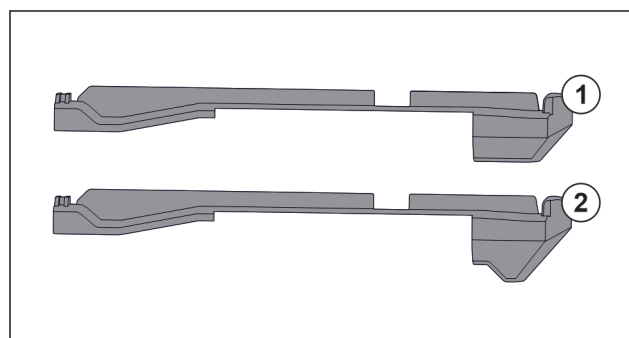

Fig. 126 A felhúzható elemek összehasonlítása
A készülékben két különböző felhúzható elem található. A legalsó fiók felett lévő felhúzható elemnek Fig. 126 (2) háromszögletű éle van. Minden más felhúzható elemnek Fig. 126 (1) egyenes éle van.
- ▶ A háromszögletű éllel rendelkező felhúzható elemet Fig. 126 (2) vigye a legalsó fiók fölé.
- ▶ Egyenes éllel rendelkező felhúzható elemet Fig. 126 (1) tegyen minden más helyre.